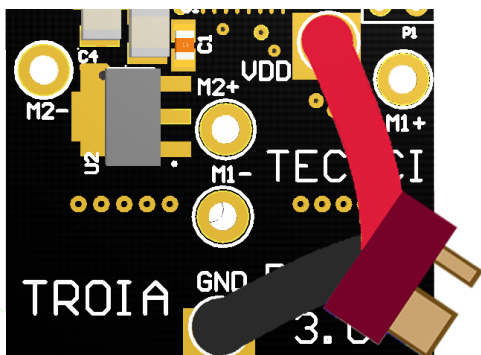
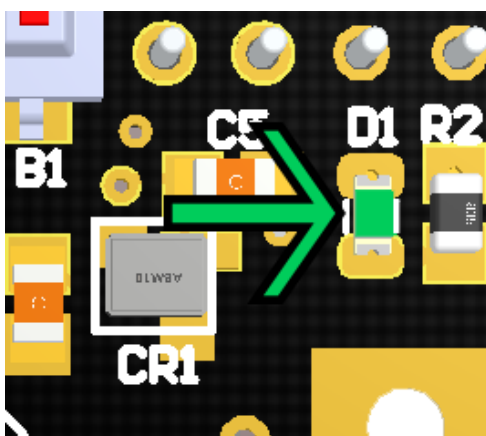

Figura 1: Alimentação da *Pulso*
Figura 2: LED de 5V (Parte de trás da *Pulso*)
1. Aplicar à placa uma tensão entre 7V e 15V. Para isto o conector positivo da fonte de alimentação deve ser conectada ao VCC da placa e o negativo no GND, esses indicados, respectivamente, pelas cores vermelho e preto na figura 1. Consequentemente, o LED de 5V localizado na parte de trás da placa e representado pela cor verde na figura 2, deve acender indicando que o regulador de 5V está funcionando de forma esperada;